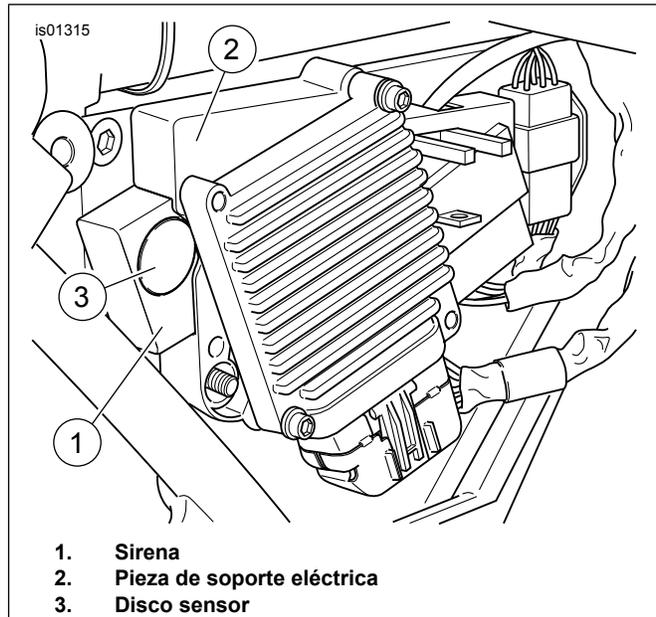

Figura 14. Sirena y pieza de soporte eléctrica instalados (modelos FL Touring 2002 a 2007)
6. Vea Figura 14. Instale el conjunto de la pieza de soporte eléctrica con el respaldo de la sirena dentro de los espárragos en el lado de la caja de la batería. Instale las dos tuercas de borde en los espárragos y apriete a 4,1–5,4 N·m (36–48 in-lbs).